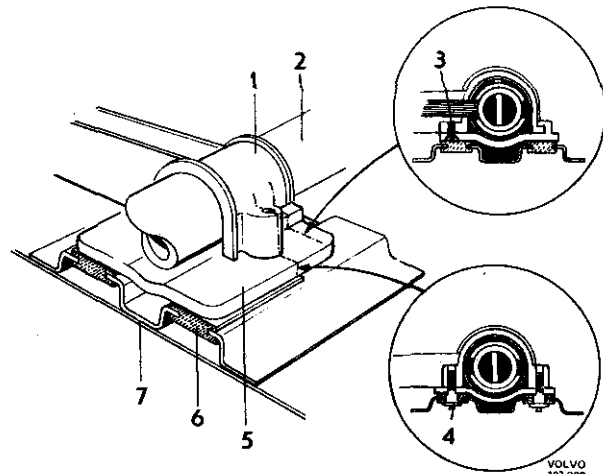

Abb. 6-4 Obere Mantelrohrbefestigung
Die Mantelrohraufhängung (Abb. 6-4) unter dem Armaturenbrett ist kräftiger ausgeführt als bisher, erlaubt aber trotzdem eine axiale Verschiebung nach vorn. Diese Wirkung wird dadurch erreicht, daß die Gleitstücke (6) am Armaturenbrett (7) verschiebbar angeordnet sind. Die Abreißschrauben (4) sind mit einem Ansatz versehen. Sie bewirken, daß die Teile (1 und 5) des Lenkradschlusses am Mantelrohr (2) festgeklemmt werden, ohne daß die Laufschiene des Gleitstückes zusammengequetscht werden. Wenn der Fahrer bei einem evtl. Zusammenstoß gegen das Lenkrad geschleudert wird, verschiebt sich die ganze Lenksäule mit Ausnahme des Armaturenbrettes (7)
3. Kragen der Abreißschrauben (4, Abb. 6-4) ausbohren. Mit einem schlanken Bohrer vorbohren und mit einem Bohrer von beispielsweise 13 mm Ø nachbohren. Der Durchmesser der Schraubenführung beträgt 12 mm.
5. Senkschraube (3) herausdrehen und die Befestigungsplatte (5) vom Lenkradschloßgehäuse abhaken.
1. Neues Lenkradschloß anbringen. Steckkontakt anschließen. Befestigungsplatte (5, Abb. 6-4) einhaken und mit der Senkschraube (3) festsetzen. Schließfunktion überprüfen.
2. Seitenträger (7) mit einwandfreiem Gleitstück (6) einbauen. Linkes Verkleidungsschrauben am Armaturenbrett anbringen.
3. Abreißschrauben (4) einziehen, aber noch nicht abreißen. Sammelstecker anschließen.